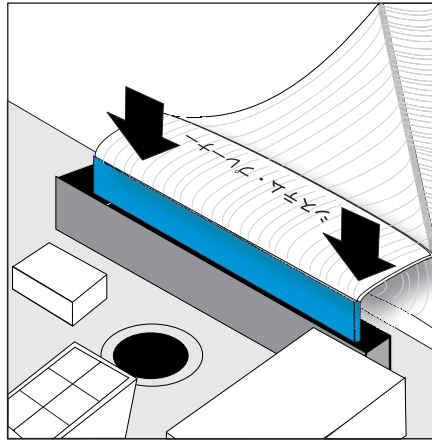

図 104. SAN ボリューム・コントローラー 2145-4F2 のシステム・ボードにサービス・コントローラー・カード・ケーブルを取り付ける方法
11. ケーブルを再び取り付けるには、ケーブルがまっすぐに装着されるように注意して、システム・ボードにリボン・ケーブルの一端（「システム・プレーナー」のマークが付いている）を慎重に取り付けます。446 ページの図 104 を参照してください。